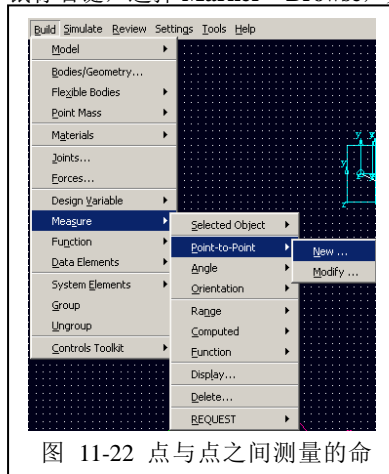

图 11-22 点与点之间测量的命
11.8 在 **ADAMS/View** 菜单栏中, 选择 **Build**→**Measure**→**Point-to-Point**→**New**, 如图 11-22 所示, 进行点与点之间的位移测量。系统弹出点与点之间测量的对话框, 将光标放在被测量的点 (**To Point**) 栏中, 按鼠标右键, 选择 **Marker**→**Browse**, 如图 11-23 所示。